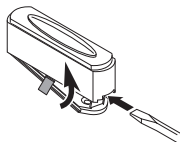
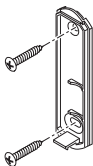

Figura 1
Figura 5
1. **Retire la pestaña naranja de la batería del botón pulsador.** Extraer la parte posterior de la caja presionando la aleta en el botón con un destornillador pequeño (vea la Figura 1). Quite la aleta anaranjada de la batería.
- **Montaje con tornillos:** Para montar con tornillos, quite la parte de atrás de la caja empujando hacia adentro la lengüeta de abajo con un destornillador pequeño y girando la cuchilla (vea la Figura 1). *Nota:* Quite la suciedad de los orificios para tornillos (si es necesario) antes de poner los tornillos. Coloque la parte de atrás de la caja contra la jamba o la pared (vea la Figura 5). Encaje a presión la parte frontal del pulsador.